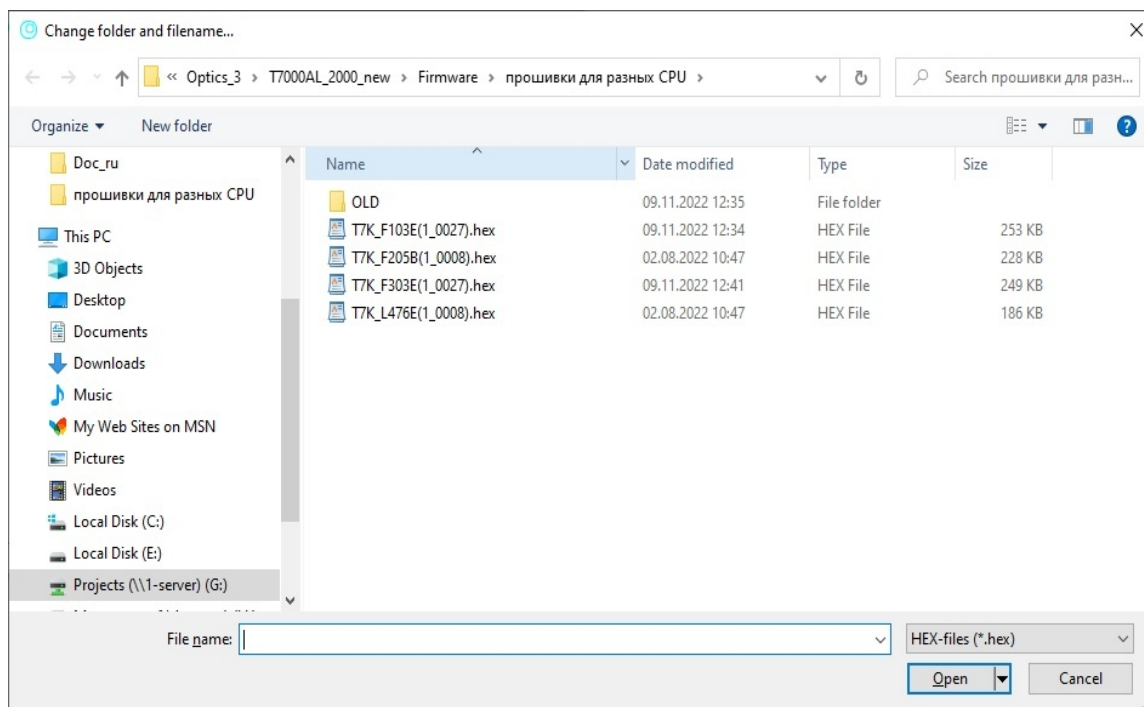

Рис.4. Диалог выбора HEX-файла
8. Нажмите кнопку «Выбор HEX-файла», и в открывшемся стандартном диалоге поиска файла (см. рис.4) выберите HEX-файл с именем, содержащим 5 последних символов из наименования микроконтроллера, появившегося в окошке «Микро-контроллер» .